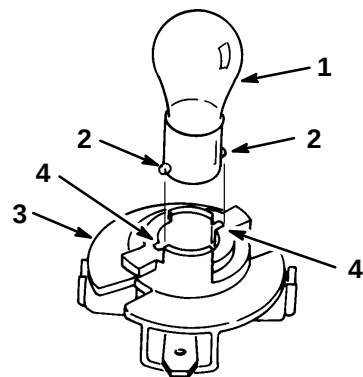

Abbildung 18
4. Die Birne hereindrücken, im Gegenuhrzeigersinn bis zum Anschlag drehen (ca. 1/4 Umdrehung) und aus der Birnenfassung herausnehmen (Abb. 18).
1. Die Glühbirne hat Metallstifte an der Seite ihrer Basis. Die Stifte auf die Schlitten in der Birnenfassung ausrichten und die Basis in die Fassung einsetzen (Abb. 18). Die Birne hereindrücken und bis zum Anschlag im Uhrzeigersinn drehen.